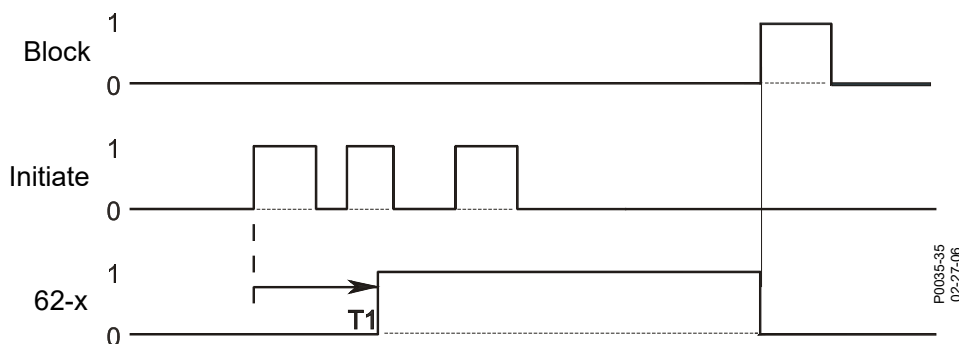

Figure 85-8. Mode Verrouillage
Étape 9 : Utilisez l'Explorateur des mesures de BESTCOMSP^{Plus} pour ouvrir l'écran Rapports, Séquence des événements. Vérifiez que la sortie de la minuterie 62-1 est restée sur « faux » après la première action du commutateur 43-1 (Activé), que la sortie de la minuterie 62-1 est passée à « vrai » 30 secondes après l'action du commutateur 43-1 (Activé) et que la sortie de la minuterie 62-1 est ensuite repassée à l'état « faux » lors de l'action du commutateur 43-2 (Activé). La Figure 85-8 illustre la relation temporelle entre les commutateurs 43-1/43-2 et la minuterie 62-1.